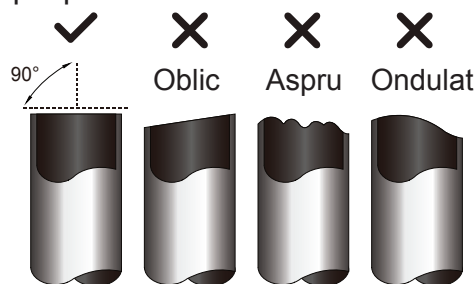

Fig. 5.1
3. Asigurați-vă că țeava este tăiată la un unghi perfect de 90°. Consultați **Fig. 5.1** pentru exemple proaste de tăiere.